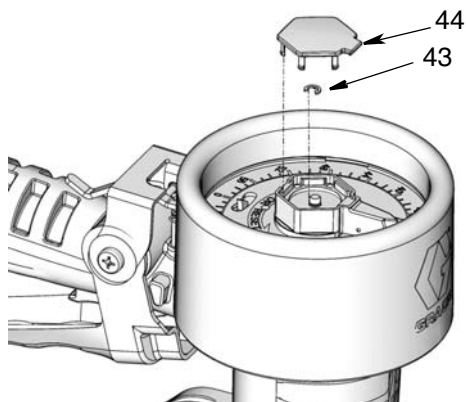

FIG. 26
- Déposez le couvercle (44), le petit anneau de retenue (43), (FIG. 26).